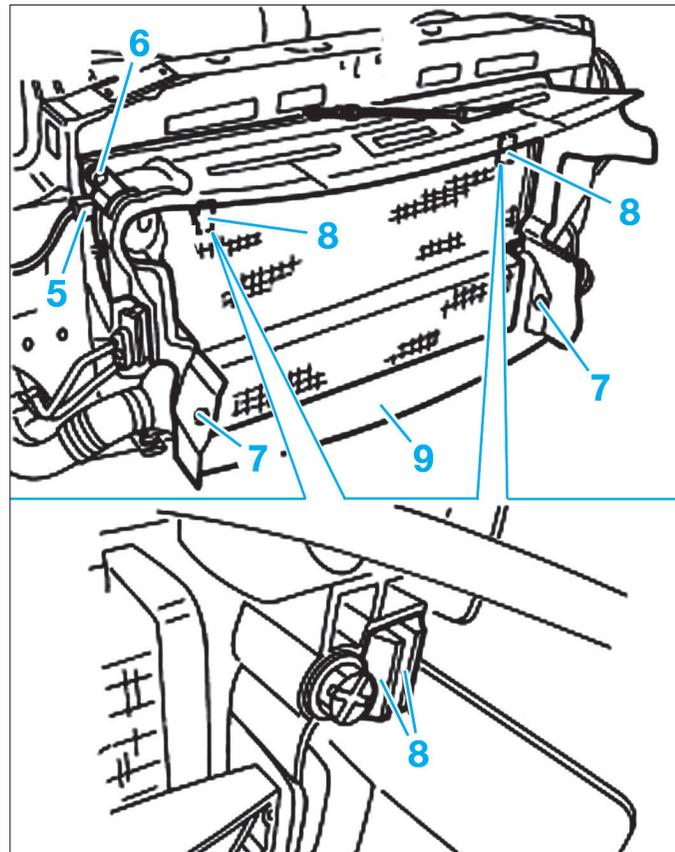
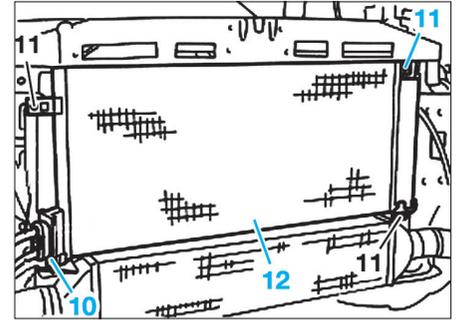

Fig. 9
Fig. 10
- Débrancher l'avertisseur sonore (5) et déposer son support (6) (Fig.9).
- Déposer les vis (7) et dégrafer (8) le guide d'air (9).
- Déposer les canalisations du condenseur (10) (Fig.10).
- Déposer les vis (11) de fixation du condenseur.
- Déposer le condenseur (12).